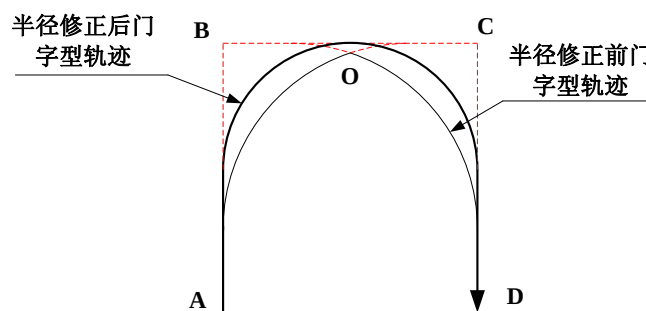

图 7.8.33 空间圆弧相交示意图
①梯形曲线加减速时间常数 CurveParam 第 1 数组为 0，加速段：初始速度直接加速到目标速度；减速段：目标速度直接减速到末速度；
②若空间圆弧半径过大，相邻两空间直线衔接处的空间圆弧会与下一个空间圆弧相交如图 7.8.33 所示为门字型轨迹 A→B→C→D 转角处空间圆弧相交情况，此时控制器会自动修改两段圆弧半径值，以保证运动连续性。